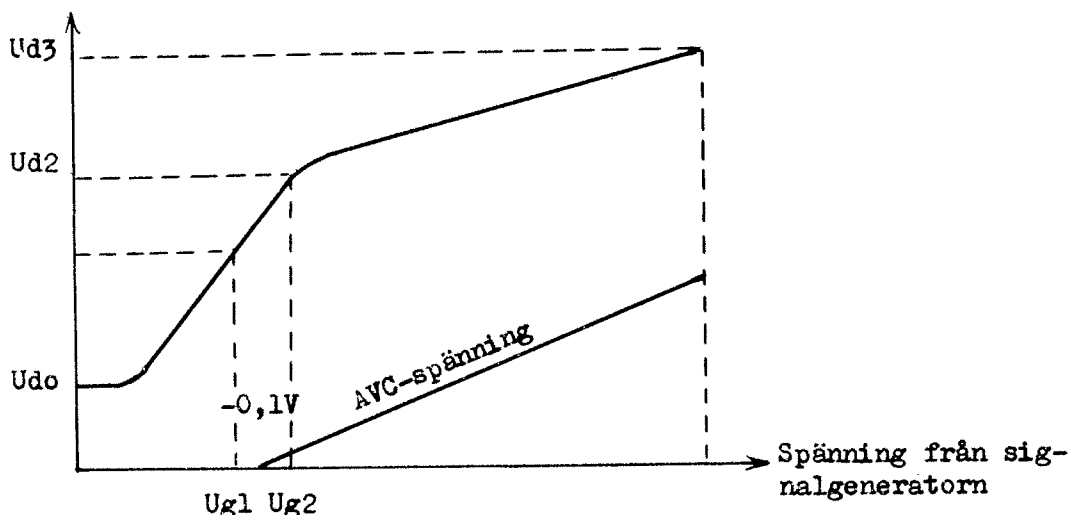

Bild 4
- g. Mät med rörvoltmetern brusspänningen U_{d0} , se bild 4, i mätpunkt M4 med signalgeneratoren sidstämmd eller nedvriden.